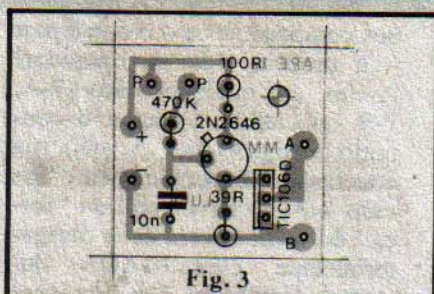
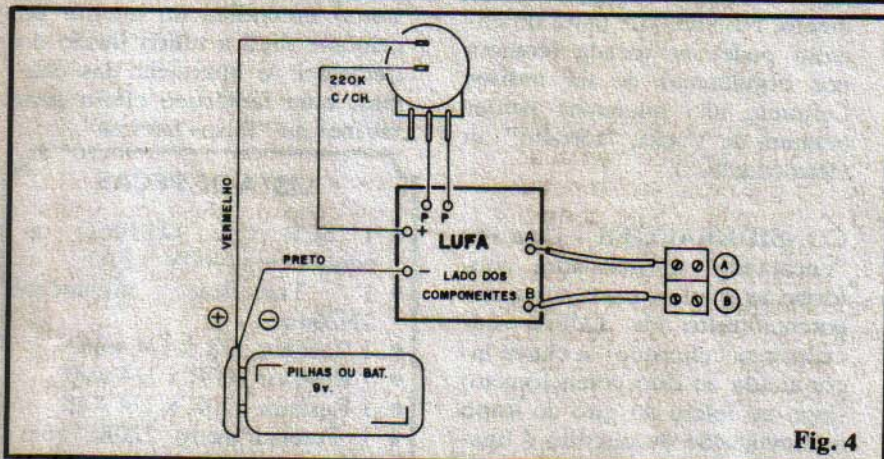

Fig. 3
Fig. 4
- FIG. 3 - A montagem propriamente está detalhada no "chapeado", que mostra a placa pelo lado não cobreado, todos os componentes posicionados e codificados. Os pontos que merecem mais atenção referem-se à colocação do TUI (2N2646), referenciada pela "orelhinha" metálica existente junto à base do componente (fica "apontada" para o resistor de 470K, como mostra a figura) e o posicionamento do SCR (TIC106D) determinado pela lapela metálica da peça (que deve ficar voltada para o resistor de 39R). Notar ainda que, por razões de compactação, os resistores são montados **em pé**. Eventuais dúvidas sobre os valores dos componentes, poderão ser resolvidas com uma consulta ao TABELÃO APE (permanentemente mostrado lá no começo da Revista...). Ao fi-
- FIG. 4 - As conexões externas à placa são mostradas na ilustração, com todos os detalhes. Referenciar as codificações atribuídas às ilhas periféricas (junto às bordas) da placa, como aquela mostrada na fig. 3. Os pontos "P-P" vão aos terminais do potenciômetro (este visto pela traseira, na figura). Os pontos "+ e -" (devidamente codificados com fios **vermelho** e **preto**, respectivamente) vão ao "clip" da bateria, sendo que o ramo correspondente ao **positivo** (fio vermelho) da alimentação é intercalado com a chave interruptora incorporada ao potenciômetro. Finalmente, os pontos "A-B" constituem os terminais de Saída de aplicação da LUFA, podendo ser ligados a um par de conectores parafusa-